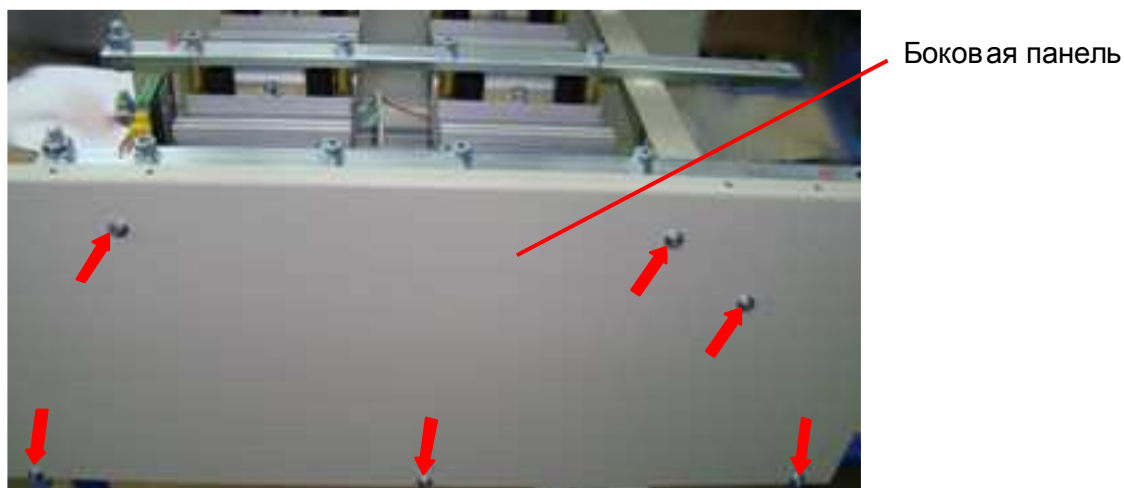

Рис. 6.22
6.13.7.1. Выкрутить шесть винтов (рис. 6.22, красные стрелки), демонтировать боковую панель и положить ее в тару.